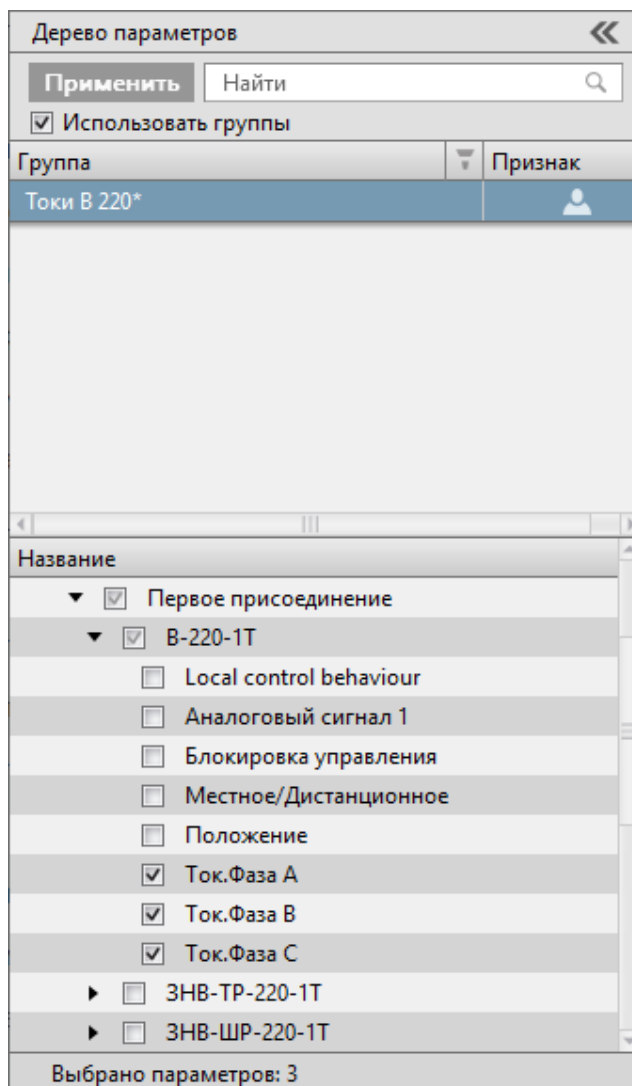

Рисунок 25 - Выбрать сигналы
5. Выберите сигналы из дерева ниже и нажмите **Применить** (Рисунок 25).